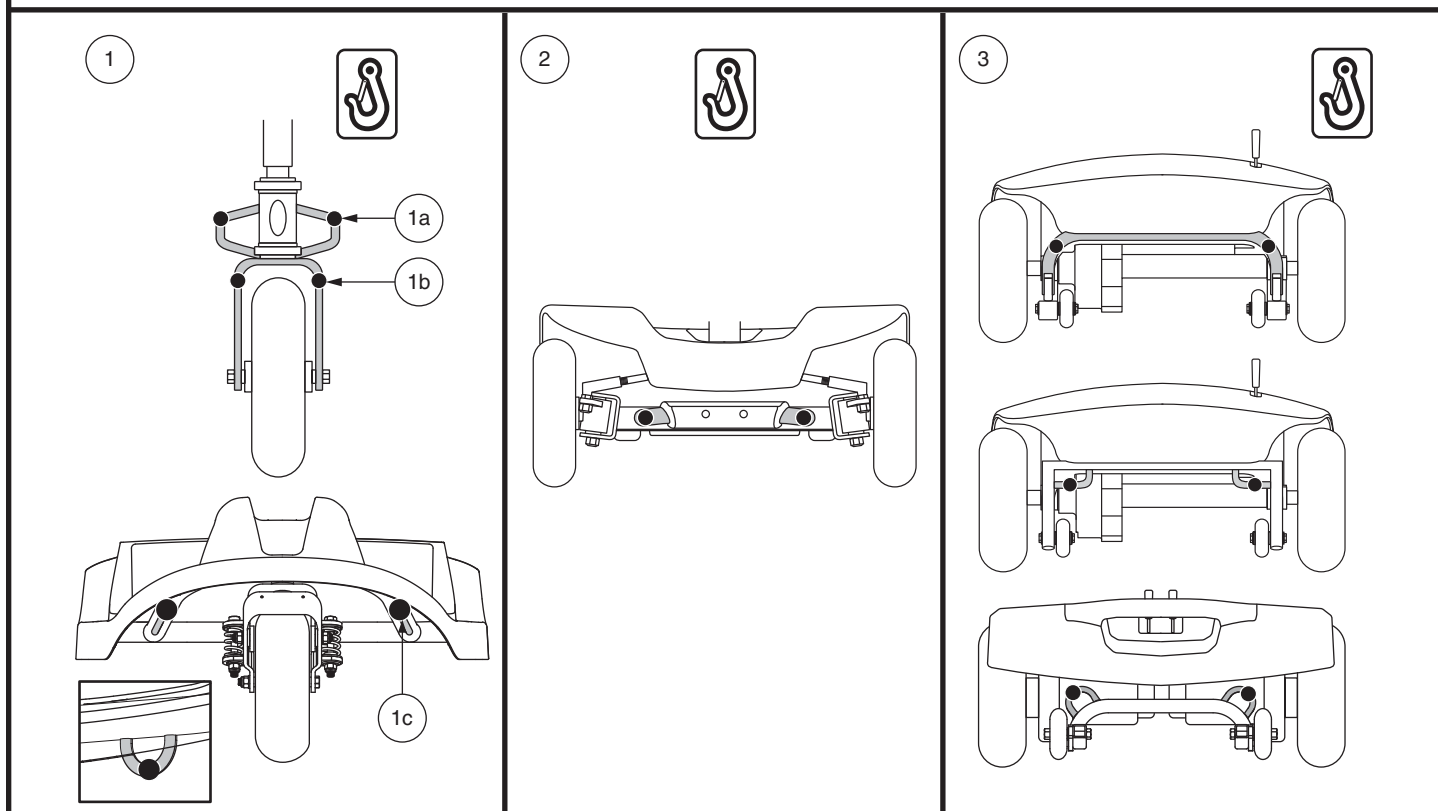

Figure 14. Points d'ancrage (Identifié avec des points noirs)
Le Travel Scooter doit toujours être ancrés face à l'avant du véhicule. Fixez les quatre (4) courroies aux points d'ancrage désignés sur le Travel Scooter. **Voir la figure 14.** Serrez-bien les courroies pour retirer le jeu excessif. N'attachez jamais le Travel Scooter par ses composantes réglables ou mobiles tels que les accoudoirs, capots ou roues. Ces articles devraient être enlevés. Positionnez les points d'ancrage arrière des courroies directement derrière le Travel Scooter. Les points d'ancrage avant sont disposés plus loin de chaque côté du Travel Scooter afin d'augmenter la stabilité latérale.